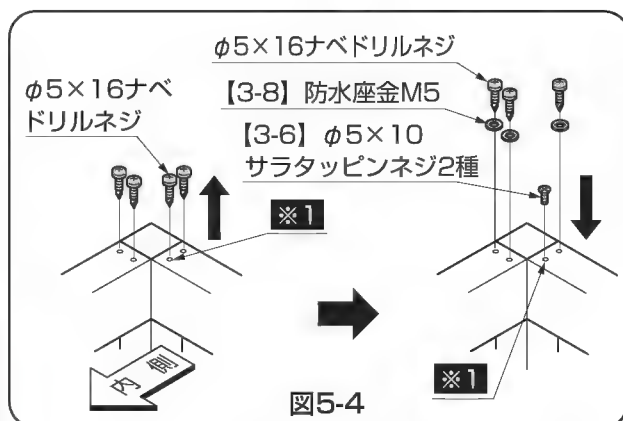

図5-4
②フレーム固定ネジ「φ5×16ナベドリルネジ」を取外して※1には【3-6】で固定してください。それ以外の「φ5×16ナベドリルネジ」には【3-8】を取付けて再度フレームに固定してください。※2のネジは外さないでください。(図5-4、図5-5参照)